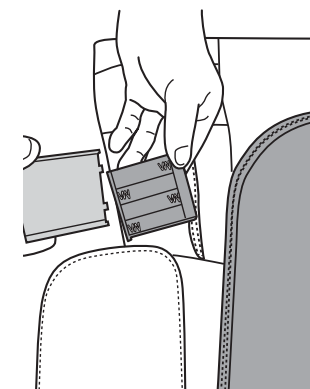

Fig.19
5. Retirez le couvercle du compartiment des piles, puis installez quatre piles alcalines AA (Fig. 19).